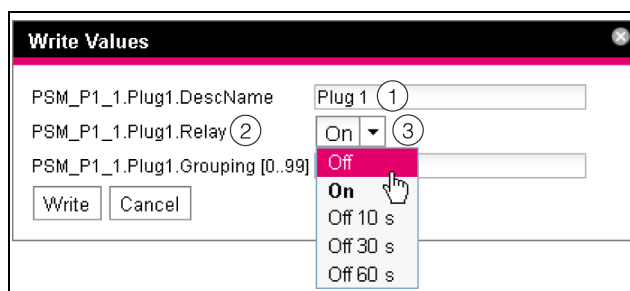

Imagen 28: Ejecución de órdenes de conmutación
| DescName | Descripción individual asignada a la salida o a la base de enchufe (imagen 28, pos. 1). |
| Command | Orden, que debe ser ejecutada. Compatible con las siguientes órdenes: «Off», «On», «Off 10 s», «Off 30 s», «Off 60 s» (imagen 28, pos. 3). |
| Device | Deviceindex (ID-Nummer), se muestra delante del Real Device correspondiente en la zona de navegación de la página web de la CMC III PU (imagen 28, pos. 2). |